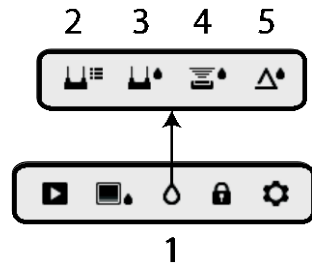

Abb. 5-3 Symbole des Feuchtigkeitsmodus
Wählen Sie im Hauptmenü das Symbol für den Feuchtigkeitsmodus (1) aus. Siehe Abb. 5-3. Wählen Sie dann aus den vier Feuchtigkeitsmodus-Optionen (Option 2, 3, 4 und 5) wie unten beschrieben aus.